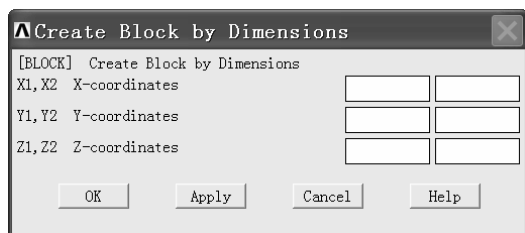
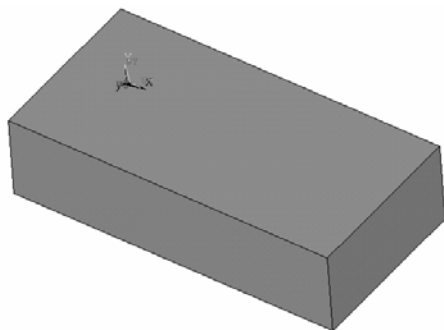

图 2-12 “Create Block by Dimensions”窗口
图 2-13 长方体
(1) 依次选择 Main Menu>Preprocessor>Modeling>Create>Volumes>Block>By Dimensions, 弹出“Create Block by Dimensions”窗口(见图 2-12)。
(2) 在“Create Block by Dimensions”窗口中“X1, X2, X-coordinates”后面的两个方框中分别输入“0”、“0.4”, 在“Y1, Y2, Y-coordinates”后面的两个方框中分别输入“0”、“0.1”, 在“Z1, Z2, Z-coordinates”后面的两个方框中分别输入“0”、“0.2”。以上表示输入了长方体两个体对角点的坐标值。单击“OK”按钮生成长方体。
(3) 用 Ctrl+鼠标左键移动视图, 用 Ctrl+鼠标右键旋转视图, 用鼠标中间缩放视图。旋转后的视图如图 2-13 所示。